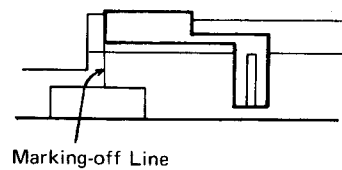

Figure 2-2
2. Turn the tuning control knob driving shaft fully clockwise, and adjust the dial pointer to come into "Marking-off Line" position of the dial scale plate. See Figure 2-2.
2. Die Abstimmregler-Antriebsachse bis zum Anschlag im Uhrzeigersinn drehen, und den Skalenzeiger auf die Stellung "Marking-off Line" der Skalenplatte einstellen. Siehe Abbildung 2-2.
2. Faire tourner complètement, dans le sens des aiguilles d'une montre, la tige d'entraînement du bouton de commande d'accord, et régler l'aiguille du cadran sur la position "Marking-off Line" de la plaque graduée du cadran. Voir la Figure 2-2.